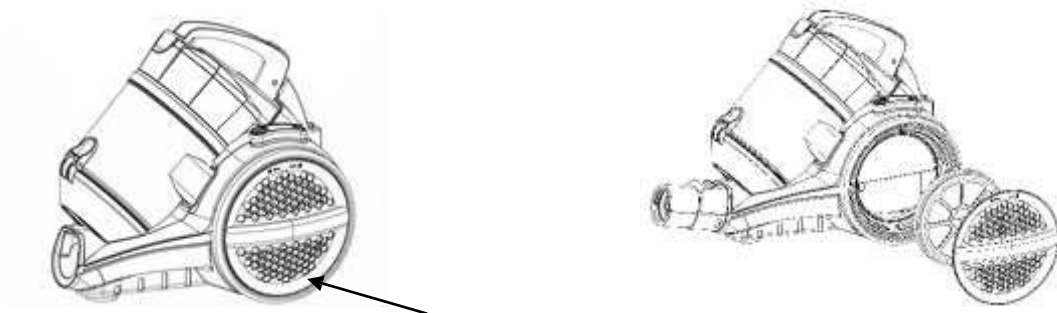

Рис. 10
2. Поверните крышку колеса (рис. 10) против часовой стрелки до щелчка, снимите крышку и достаньте фильтр.